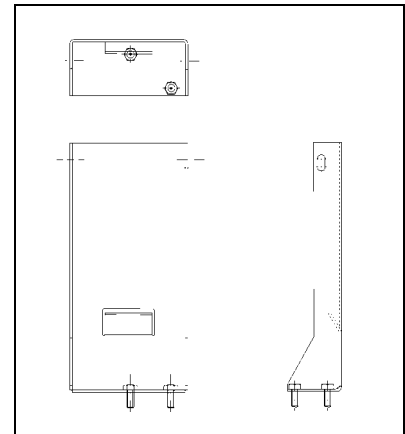

Figure 8 : Support du réservoir de stockage #452918.
25. Installer le support #452918 du réservoir de stockage (figure 8) dans les deux trous percés dans le panneau de fond (figure 6, élément 5), à l'arrière du compartiment. Utiliser la quincaillerie #502617, #500446 et #5001331.